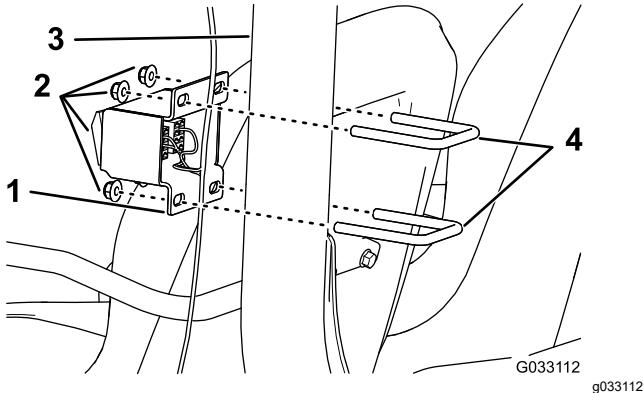

Bild 8
- Befestigen Sie am Multi Pro 1750 und Multi Pro WM die Schalterhalterung mit zwei U-Bügeln ($\frac{3}{8}$ " x 2-7/16" x 2-13/16") und zwei Sicherungsbundmuttern ($\frac{3}{8}$ ") an der Vorderseite des Überrollschatzes, wie in Bild 8 dargestellt.